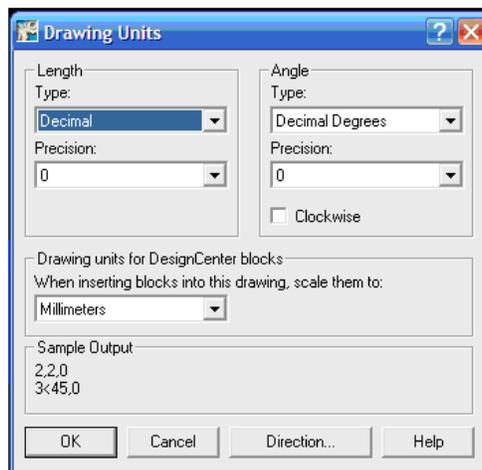

Figura 48.
4. En el cuadro de dialogo Drawing Units seleccione el numero de dígitos de precisión después del numero decimal. Que en este caso es cero. Pulse Ok para salir del cuadro de dialogo como se muestra en la figura 48.